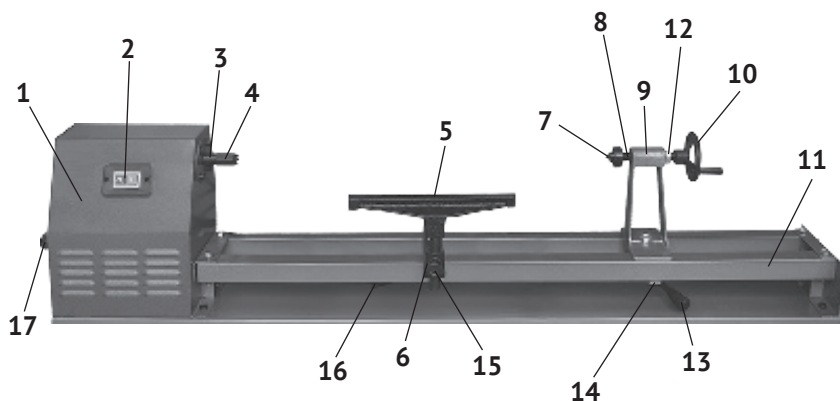

рис.1
1.6 Общий вид станка представлен на рис.1
1.7 На сборной металлической станине (рис.1 поз.11) крепятся основные узлы станка: двигатель с приводом в металлическом корпусе (рис.1 поз.1), задняя бабка (рис.1 поз.9) и опора (рис.1 поз.6) с подручником (рис.1 поз.5). Крутящий момент с якоря электродвигателя клиновым ремнём передаётся на шпиндель. Корпус задней бабки и подручник имеют возможность перемещения вдоль станины (в зависимости от длины заготовки). Кроме того, механизм зад-
ней бабки позволяет перемещать её центр (рис.1 поз.7) ходовым винтом пиноли (рис.1 поз.8) для надёжной фиксации заготовки. Рабочее положение пиноли фиксируется контргайкой (рис.1 поз.12).
1.8 Выключатель – магнитный пускатель (рис.1 поз.2) расположен на корпусе привода. Он имеет две кнопки: зелёная с символом «I» - включение двигателя и красная с символом «O» - выключение двигателя (стандарт МЭК 60417).
3.1.3 Убедитесь, что центр задней бабки собран правильно – имеет возможность крепления заготовки продольным перемещением пиноли (ходового винта). Вращением рукоятки маховика (рис.1 поз.10) переместить пиноль (рис.1 поз.8) вместе с центром (рис.1 поз.7) и закрепить заготовку в рабочем положении. Рабочее положение пиноли фиксируется контргайкой (рис.1 поз.12).
- открутив винт-барашек (рис.1 поз.17), открыть дверцу корпуса привода;